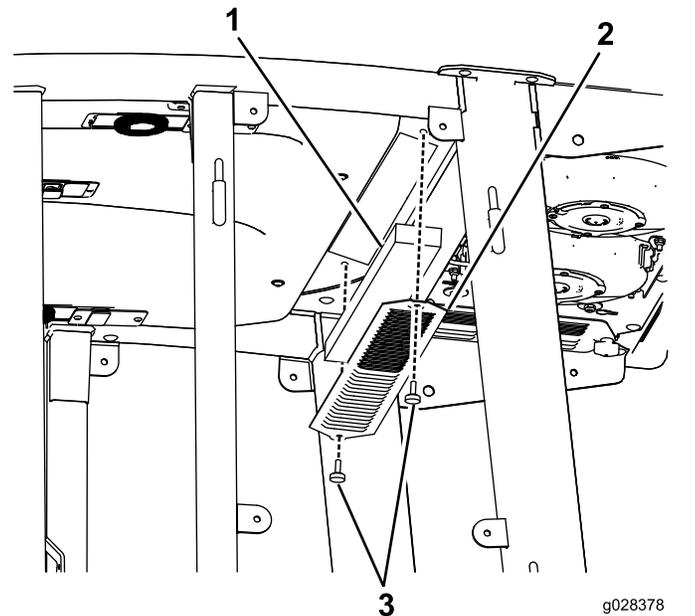

Figura 138
3. Retire los 22 pernos que sujetan el techo de la cabina, y retire el techo (Figura 138).
4. Retire los filtros de aire (Figura 138).
5. Retire y limpie los serpentines del aire acondicionado (Figura 138).